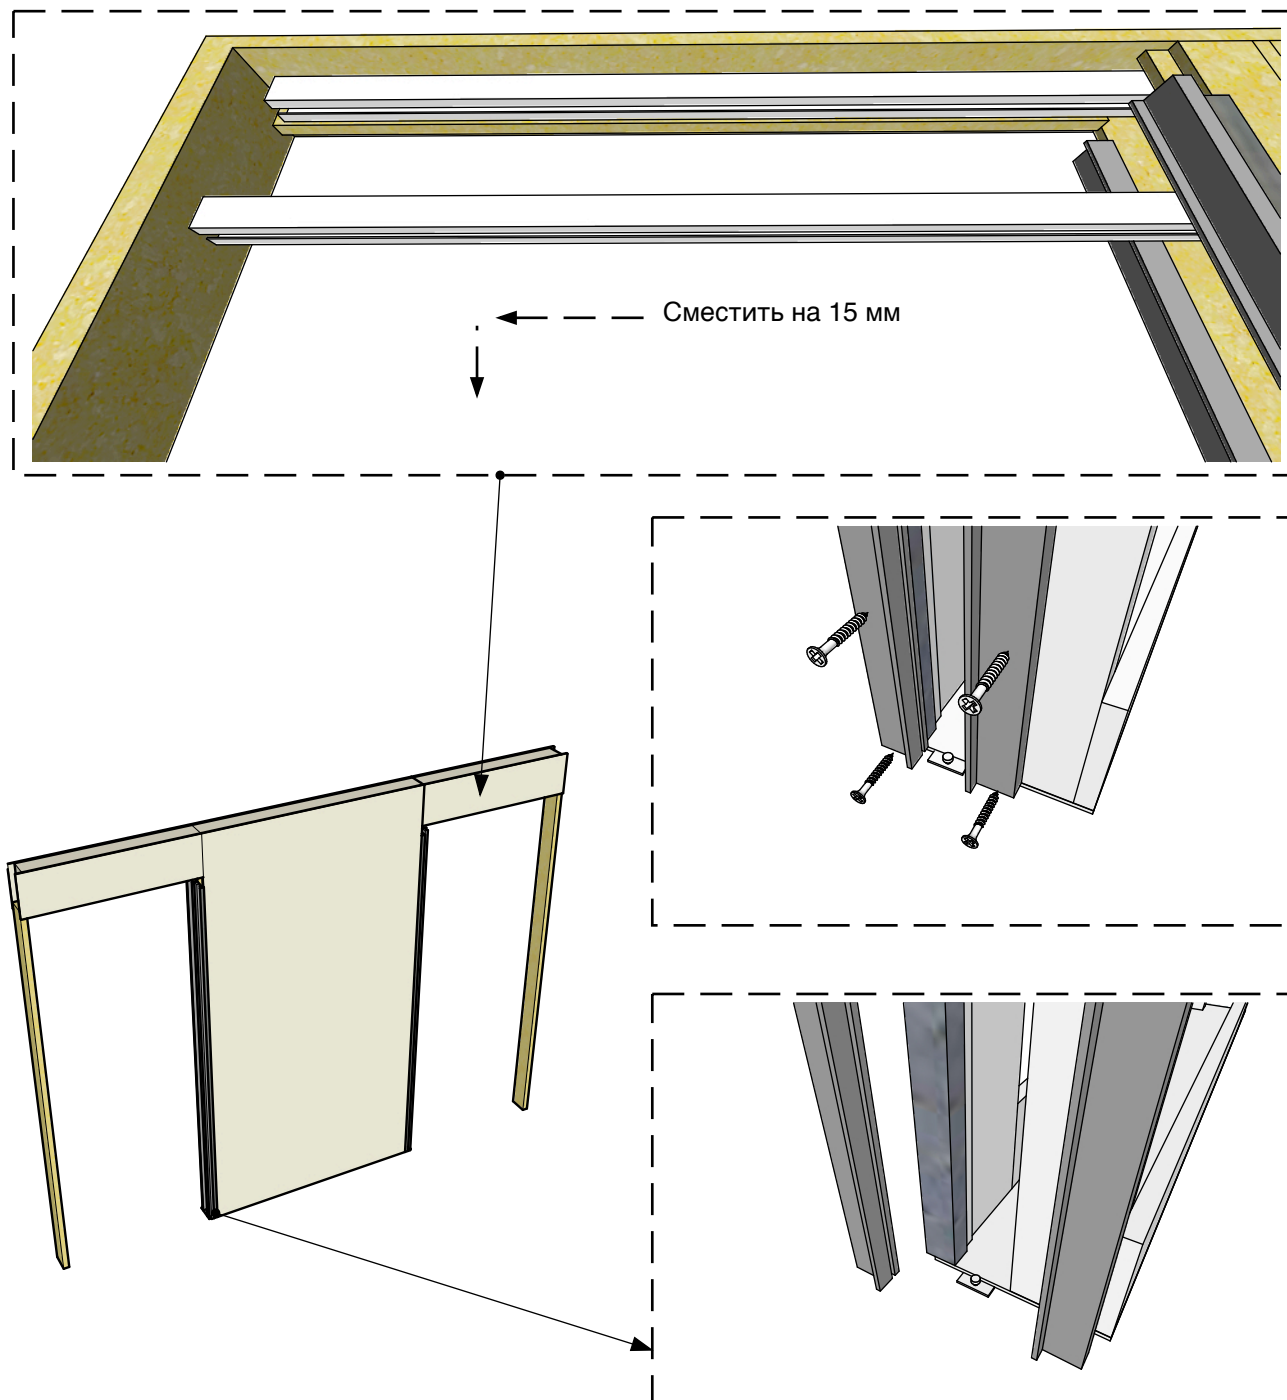

Рисунок 19
8.6. После монтажа дверного полотна следует обратно установить детали Н на жёсткость L, закрепив самрезами 3.5*32 мм. Перед установкой вставьте в пазы деталей Н щёточный уплотнитель (Рис.19).